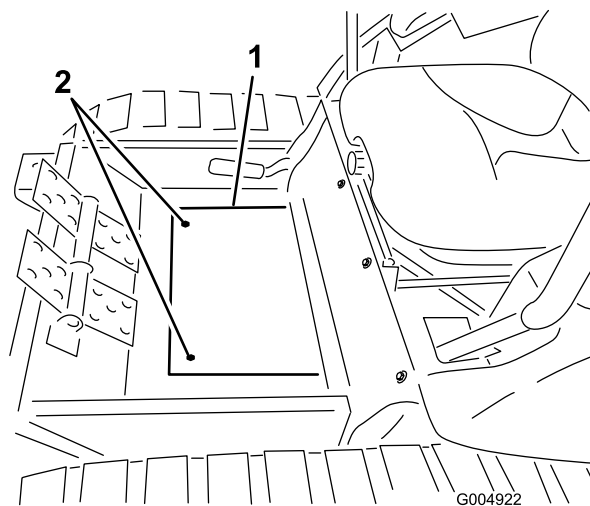

Figure 16
3. Retirez les deux vis qui fixent la plaque couvercle de plancher du cadre d'hiver au plancher et déposez la plaque (Figure 16).